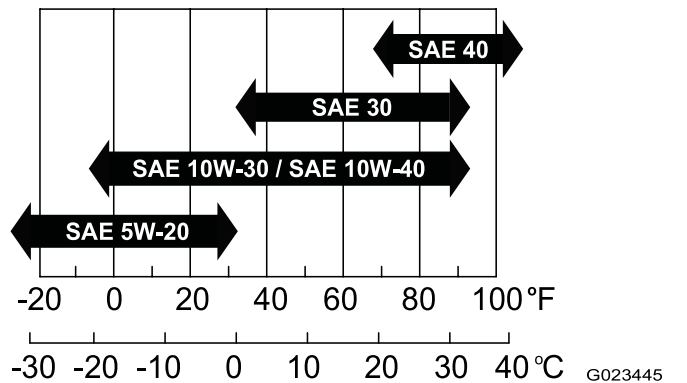

Figura 32
- **Viscosidad:** SAE 30; consulte otras viscosidades en la tabla siguiente (Figura 32):